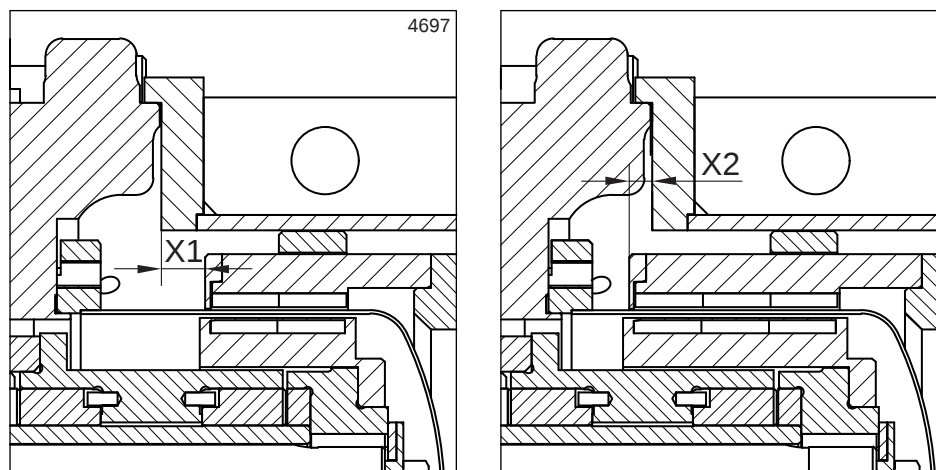

Figure 8: Réglages X1 ou X2.
- 10 Pour un contrôle final, mesurez la distance X1 ou X2 (voir figure 8) entre l'extrémité du rotor externe et le bord d'ajustage de la pièce-lanterne et comparez-la avec la valeur correspondante du tableau ci-dessous.